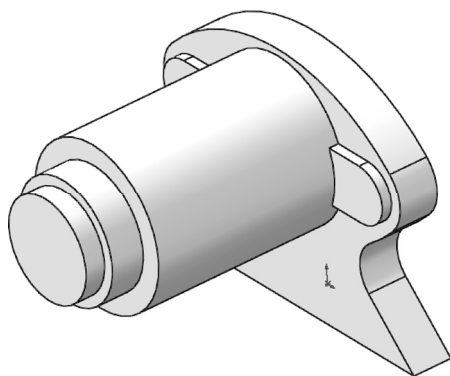

图 13-115 绘制圆柱体
**04** 同上步骤，在之前绘制的上表面上依次绘制 $\phi 36 \times 10$ 和 $\phi 30 \times 6$ 的圆柱体，结果如图 13-115 所示。
**05** 设置基准面。选择图 13-115 中的后表面为基准面，然后单击“前导视图”工具栏中的“正视于”按钮，将该表面作为绘制图形的基准面，新建草图。